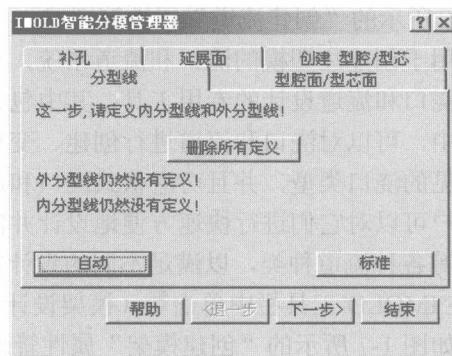

图 1-3 “IMOLD 智能分模管理器”对话框
(3) 型芯和型腔创建系统。在 IMOLD 工具栏中单击 (型芯/型腔设计) 按钮，弹出快捷菜单。单击“分模管理器”命令，弹出如图 1-3 所示的“IMOLD 智能分模管理器”对话框。